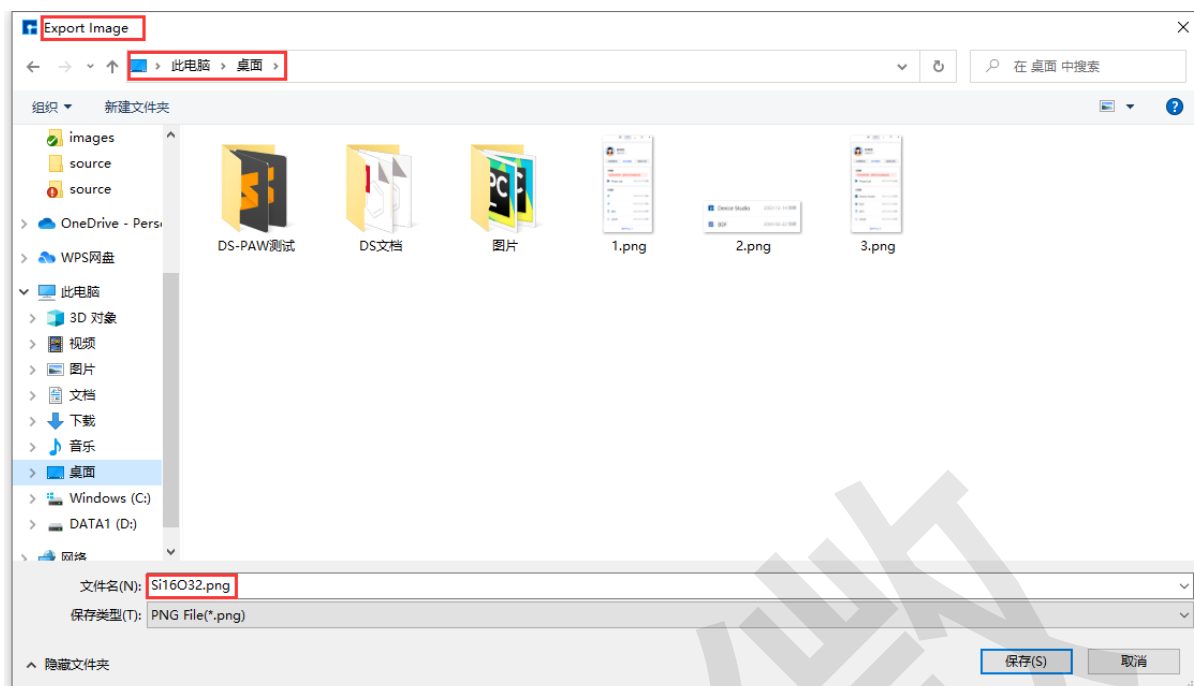

图 7.6: 导出图片文件（.png、.jpg、.bmp、.pdf、.tif、.eps）界面
- *Export Image*：点击后，弹出导出图片文件（.png、.jpg、.bmp、.pdf、.tif、.eps）界面，用户可根据需要给结构文件命名，并选择存储位置，如 图 7.6 所示。